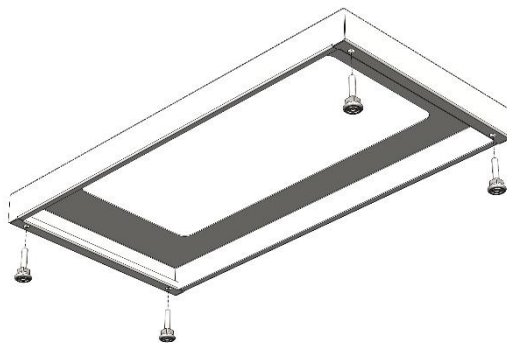

Рис. 2. Сборка низкого каркаса
- [2] • Установить в раму регулируемые опоры (Рис. 2).